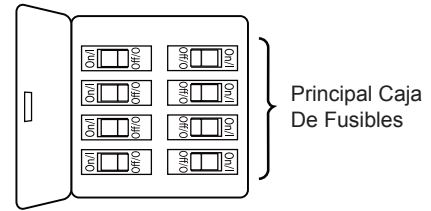

Figura 1
### Uso de perfil bajo (Figura 1)
1. Extraiga la pieza de la bola colgante de la unidad de la bola colgante / varilla aflojando el tornillo de presión de la bola colgante hasta que la bola se libere de la varilla. Retire el pasador del barral y luego extraiga la semiesfera. Conserve el pasador y la semiesfera para su reinstalación en el paso 6. (Figura 1)
Para evitar una posible descarga eléctrica, asegúrese de cortar la alimentación eléctrica de la caja de fusibles principal antes de colgar el ventilador. (Figura 1)
Para evitar una posible descarga eléctrica, asegúrese de cortar la alimentación eléctrica de la caja de fusibles principal antes de alambrado el ventilador. (Figura 1)